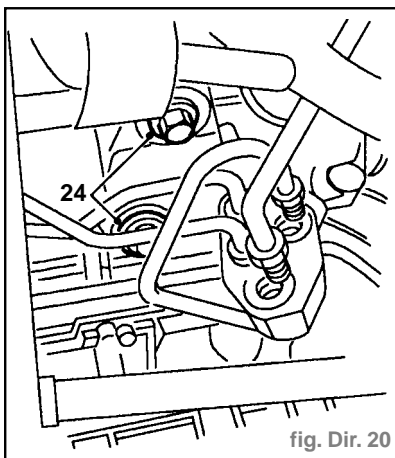

fig. Dir. 20
- Enlever l'attache (19) maintenant la goupille cylindrique de la barre de sélecteur.
- A l'aide d'un pointeau approprié, chasser la goupille cylindrique (20) maintenant la barre de sélecteur sur l'axe.
- Dégager la barre de sélecteur (21) de l'axe.
- Enlever les 2 boulons à bride (24) maintenant la crémaillère de direction sur la poutre arrière (Fig. Dir. 20).